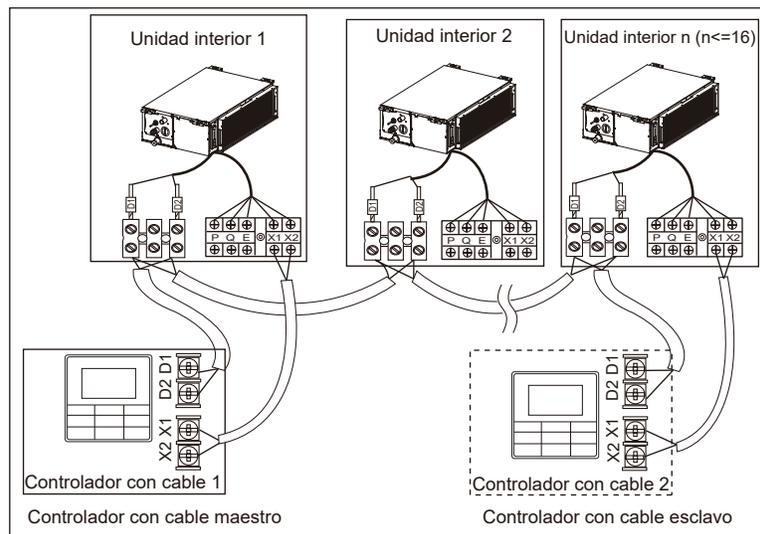

Figura 38
- Utilice 1 controlador con cable para controlar varias unidades interiores o 2 controladores con cable (un controlador maestro y un controlador esclavo) para controlar varias unidades interiores (vea la Figura 38);